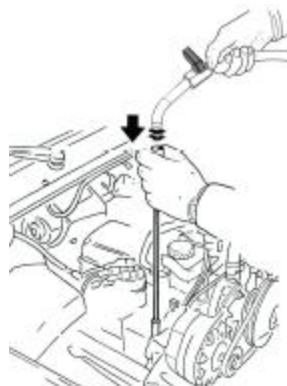

FIG.2
- Sluit de losbuis van de aanzuigslang aan op de sonde die ondergedompeld is in de motor. (Afbeelding 2)